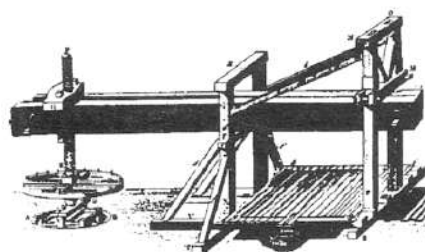

Fig. 3 Abbé Rozier 1789. D'après Charles Parain.
- Une **roue à chevilles** axée sur la même vis : figure 3.
J'ai d'abord pensé que ce type provenait de la modernisation d'un pressoir à poutre plus rustique (comme la figure 3) par rajout de la roue et de l'engrenage. Rien ne permet de la dire, mais c'est très plausible.